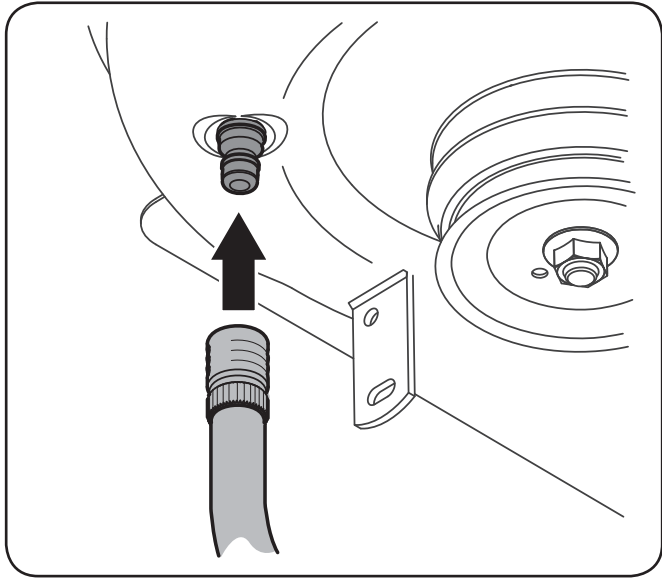

Figure 6-3
- Installez l'adaptateur du boyau sur le gicleur situé sur le plateau de coupe. Voir Figure 6-3.